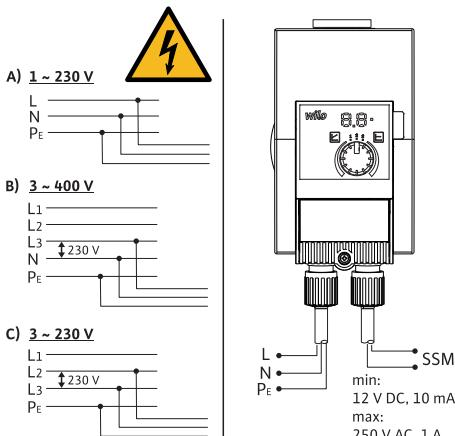

Fig. 3: Mogućnosti priključivanja
- Priklučivati na niskonaponske mreže od 230 V. Pri povezivanju na IT mreže (Isolet Terre oblik mreže) obavezno osigurati da napon između faza (L1-L2, L2-L3, L3-L1 → Fig. 3) ne prelazi 230 V. U slučaju greške (spoj sa uzemljenjem) napon između faza i PE ne sme da prelazi 230 V.